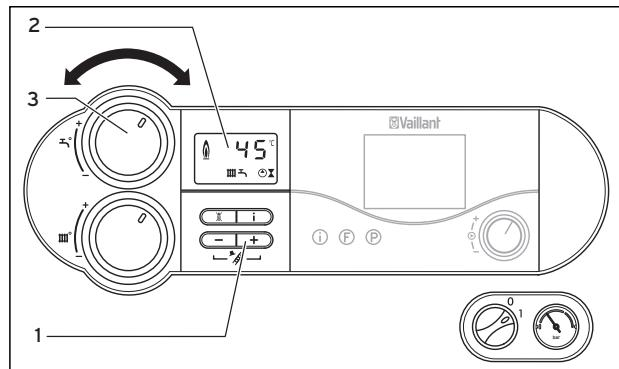

Abb. 4.6 Einstellung der Speichertemperatur
Bei Unterschreiten der eingestellten Speichertemperatur geht das Gerät selbsttätig in Betrieb und heizt den Speicher nach. Während der Speicherladung blinkt im Display (2) die Anzeige , siehe Abbildung 4.6. Bei Erreichen der von Ihnen eingestellten Speicher-temperatur schaltet das Gerät selbsttätig ab. Die Pumpe läuft kurze Zeit nach.
- Drehen Sie hierzu den Drehknopf (3) zur Einstellung der Warmwassertemperatur auf Linksanschlag, siehe Abbildung 4.6. Die Solarfunktion wird deaktiviert, es bleibt eine Frostschutzfunktion für den Speicher aktiv.